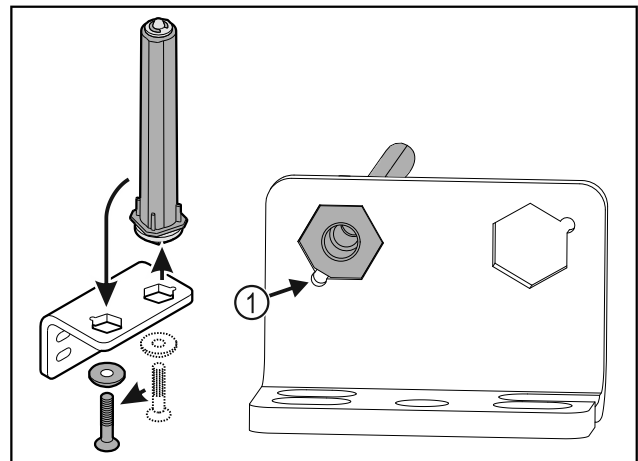

Fig. 35
- Verificare che durante l'inserimento lo smusso del perno Fig. 35 (1) sia rivolto verso il foro circolare.